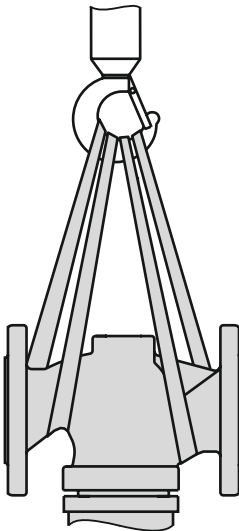

Bild 5: Hebepunkte am Regler, schematische Darstellung
1. Je eine Hebeschlinge am Gehäuseflansch und am Tragmittel (z. B. Haken) des Krans oder Gabelstaplers anschlagen, vgl. Bild 5.
SAMSON empfiehlt, als Tragmittel einen Haken mit Sicherheitsverschluss zu verwenden, vgl. Bild 5. Der Sicherheitsverschluss verhindert, dass die Anschlagmittel beim Heben und Transportieren vom Haken rutschen.